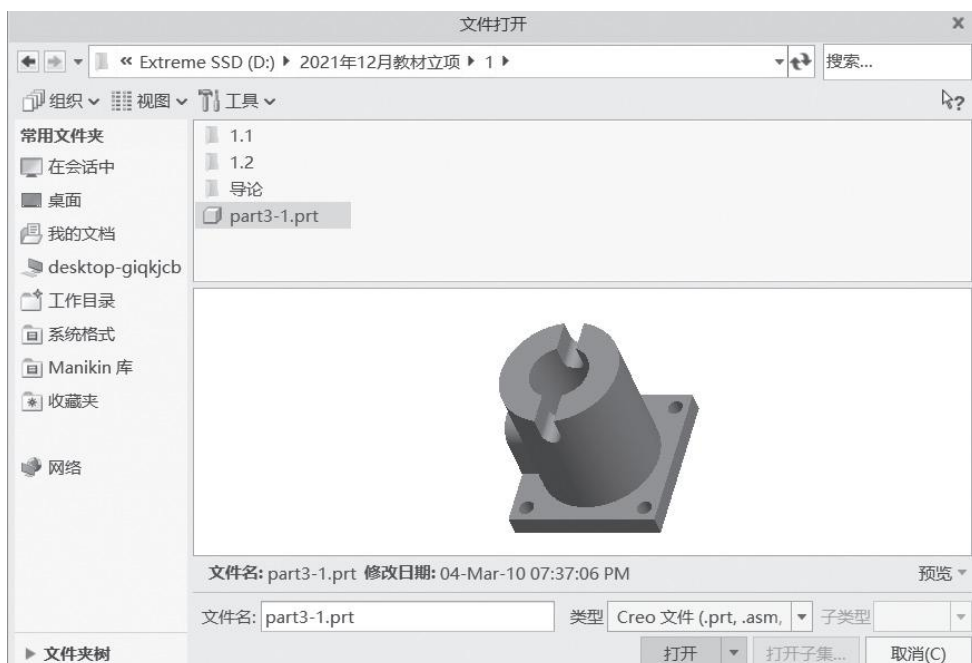

图 1-2-3 “文件打开”对话框
(1) 单击“打开”按钮，弹出“文件打开”对话框。
(2) 选择要打开文件所在的文件夹，在“文件名”列表框选中该文件，单击“预览”按钮，如图 1-2-3 所示。
(3) 单击“打开”按钮。